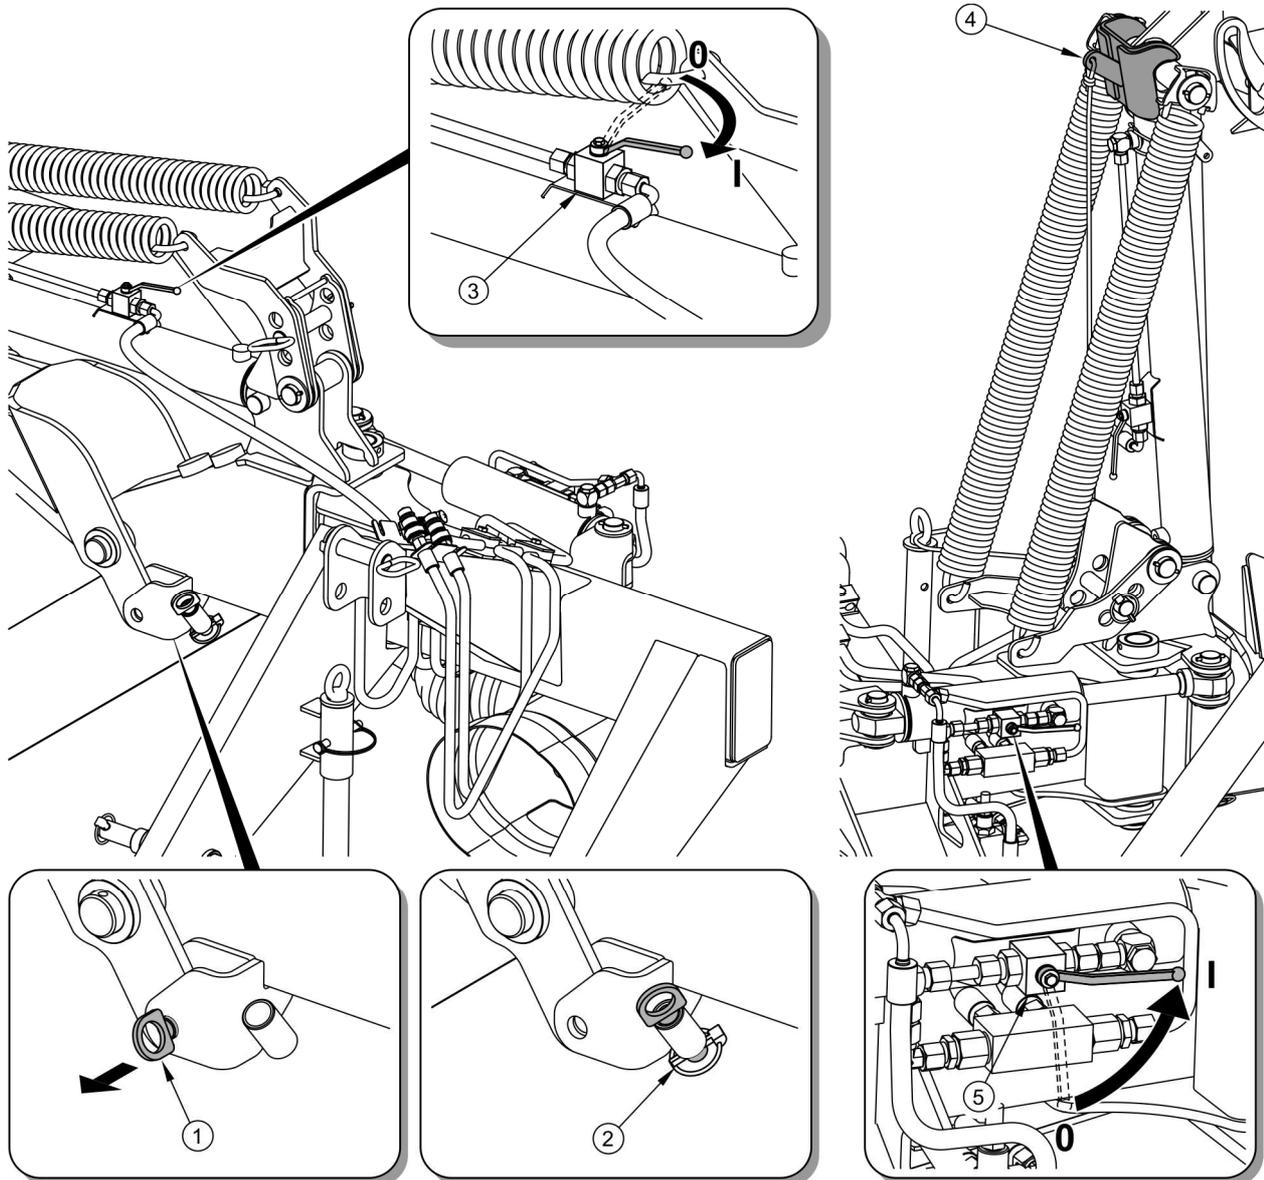

FIGURA 4.4 Ajuste de la posición de transporte
Una vez que la segadora esté suspendido del tractor, retire el pasador (1) del bloqueo del brazo de soporte (Figura 4.4).